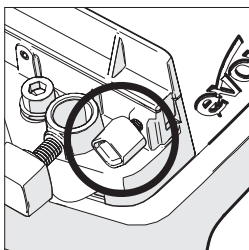

Fig. 5
- Draai de duimschroef los. (**Fig. 5**)